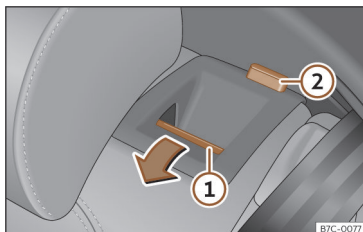

Fig. 90 Asiento trasero: abatir el respaldo.
- Pulse la tecla de desbloqueo >>> **fig. 90 ①** hacia delante y, al mismo tiempo, abata el respaldo. El respaldo trasero está desbloqueado cuando se ve una marca roja en la tecla **②**.